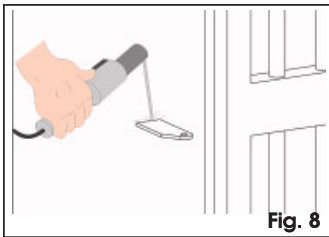

Fig. 8
- En caso de que los pilares fueran de hierro, suelde la brida directamente en el pilar (Fig. 8).